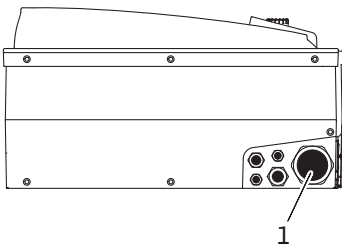

Fig. 23: Prensaestopas M25/M40
- Se ha de guiar el cable de alimentación eléctrica a través del prensaestopas M25/M40 (Fig. 23, pos. 1).